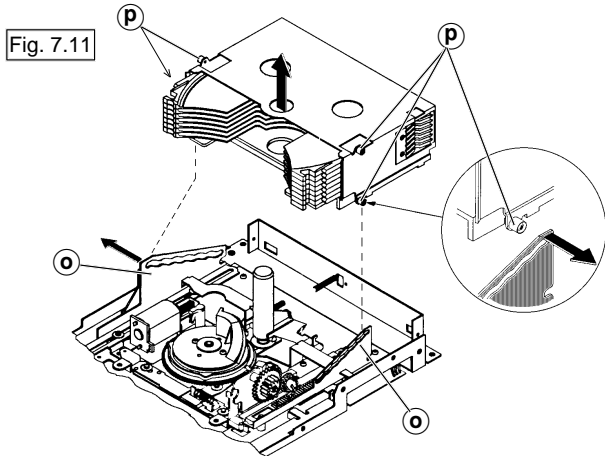

Fig. 7.11
- Linke und rechte Magazinführungen ② mit einem Schraubendre-
her nach außen drücken (Fig. 7.11 / 7.12), 4 Halteachsen ③
② apart (Fig. 7.11 / 7.12), unhook 4 holding shafts ③ and raise the